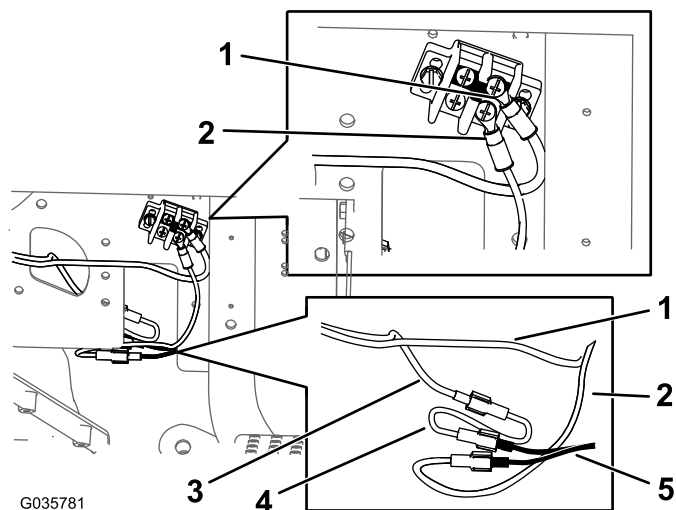

Figura 14
- C. Installate il morsetto ad anello del cablaggio preassemblato e il cablaggio dell'adattatore di terra sulla morsettiera di messa a terra (Figura 14).
- D. Collegate il cablaggio dell'adattatore di alimentazione al cablaggio preassemblato (Figura 14).